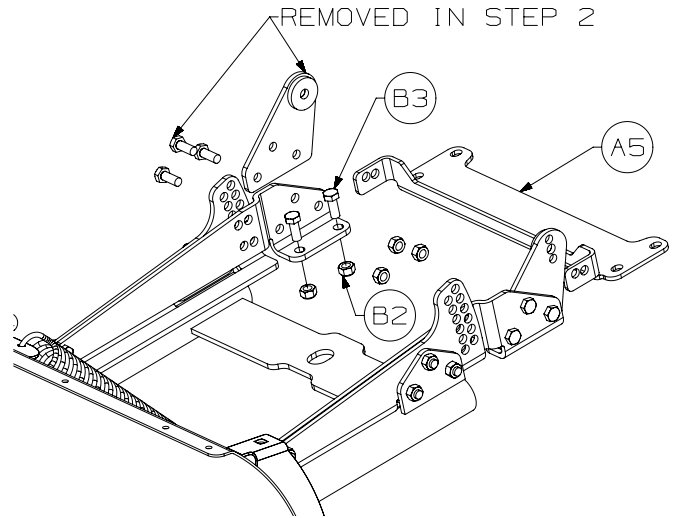

Figure 4
5. Installez le support arrière (A5) à l'aide de fixations M10 (B3, B2). Ne serrez pas pour l'instant. Voir la figure 4.
6. Installez les brides enlevées à l'étape 2 sur le support de montage de bride dans le même sens. Voir la figure 4.